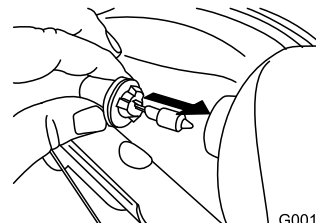

Figure 48
- Introduisez une ampoule neuve dans le phare par l'arrière (Figure 48).